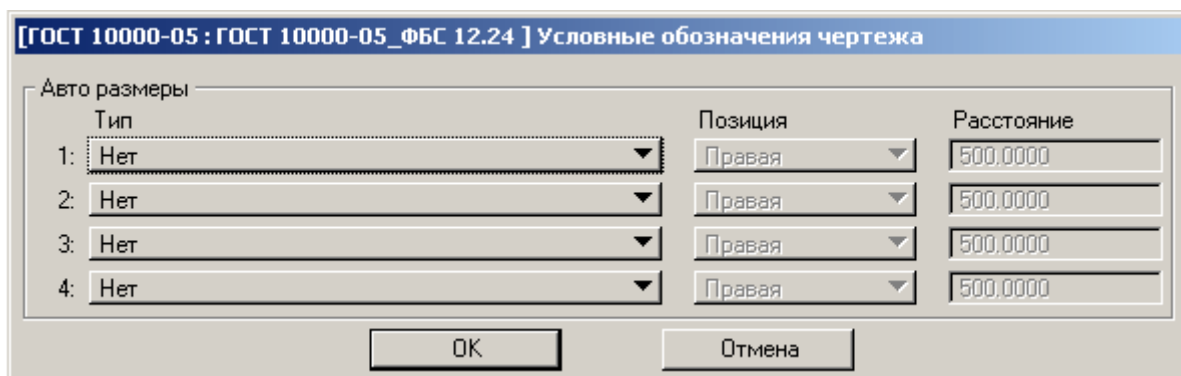

Рисунок 22
6. В закладке **Условные обозначение чертежа** (Рисунок 22) указываются размеры, которые будут автоматически расставляться на чертеже (Таблица 5). Кроме того, в **Позиции** указывается расположение размера относительно элемента и **Расстояние** между размером и элементом.